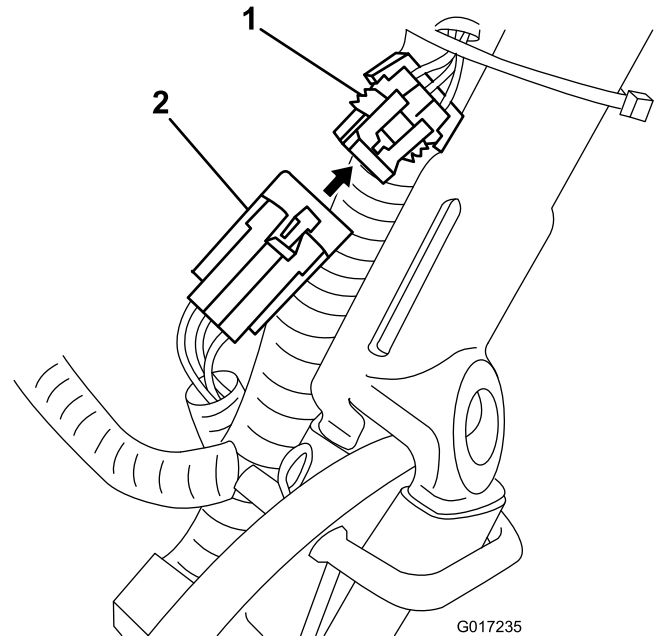

図 12
3. パックについている小さいコネクタがマシンのワイヤハーネスに接続されているので、これをハーネスから外し、メインのワイヤハーネスに接続する (図 12)。
14. バッテリーパックのワイヤハーネスを、メインのワイヤハーネスの下と後ろを通してマシン左側に通し、ハーネスについている小さい6ピンコネクタをメインのワイヤハーネスにある対応コネクタに図 12のように接続する。